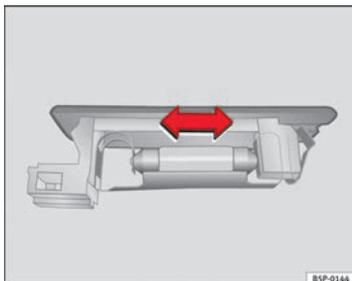

Fig. 199 Luz maletero
- Presione la lámpara lateralmente y extraígalas del alojamiento ⇒ fig. 199. ■